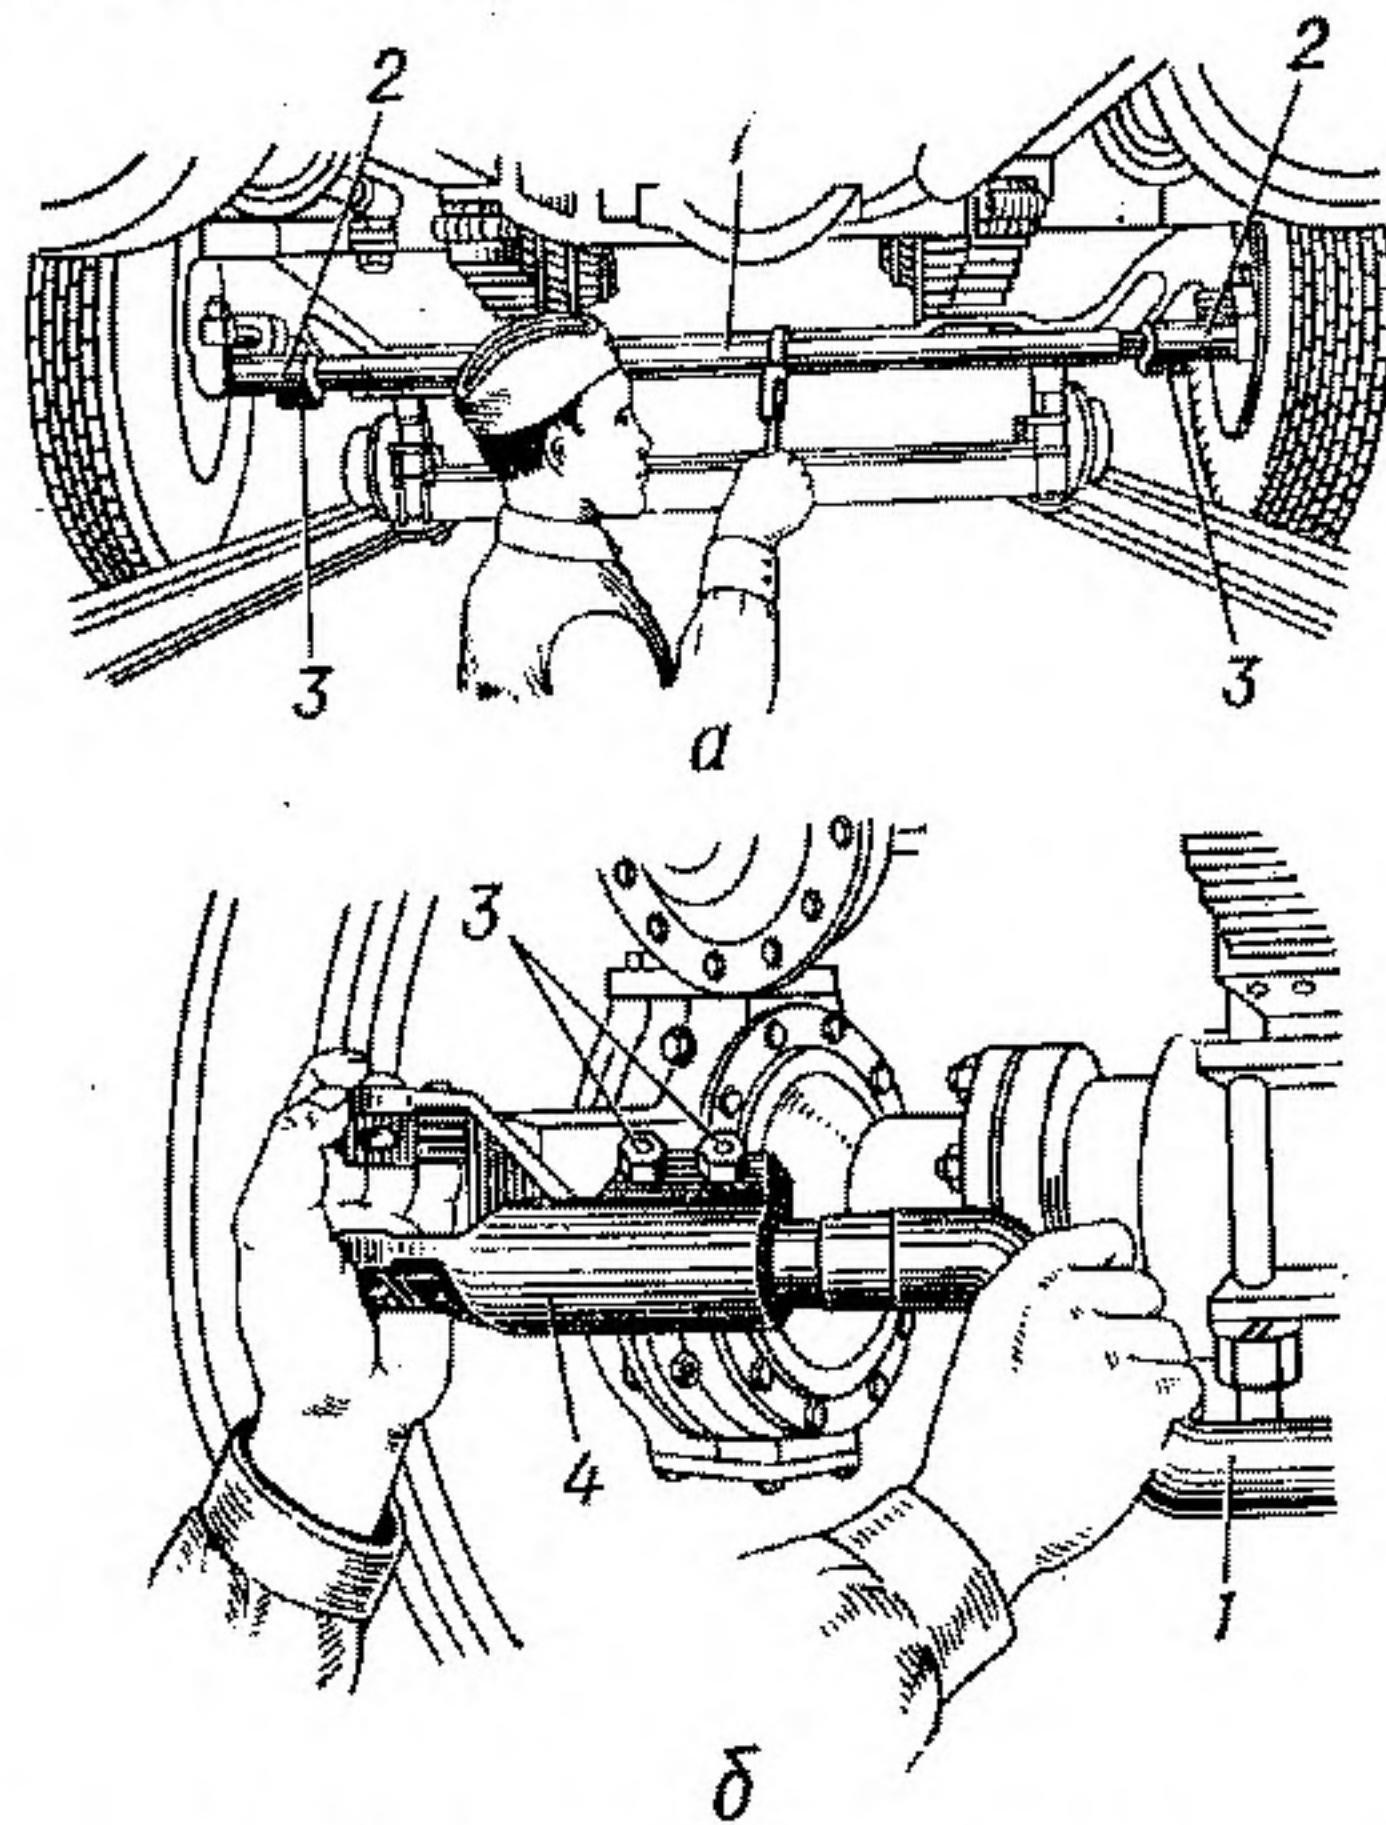

Рис. 54. Регулировка схождения передних колес:
1. Ослабить стяжные болты 3 (рис. 54) наконечников. Расшиплинтовать и вынуть левый и правый пальцы тяги из рычага корпуса поворотного кулака.
6. По окончании регулировки зашплинтовать гайку крепления пальца и затянуть болты 3 (рис. 54) наконечников 4 поперечной тяги.
1. Расшплинтовать и отвернуть гайки стяжных хомутов наконечников поперечной рулевой тяги (рис. 54, а).